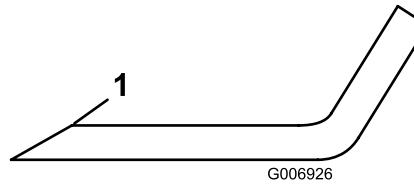

Figura 87
- Inspeccione los filos de corte de todas las cuchillas. Si están romos o tienen mellas, afile únicamente la parte superior del filo y mantenga el ángulo de corte original para asegurar un afilado correcto (Figura 87).